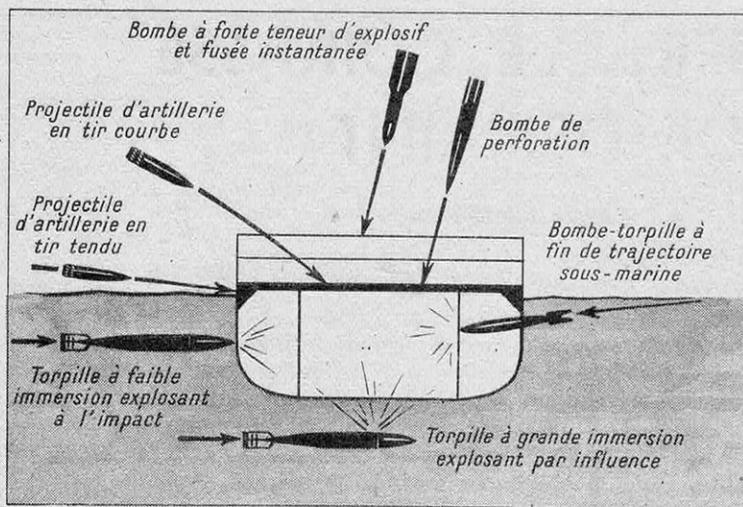

FIG. 1. — ARMES ANCIENNES ET ARMES NOUVELLES AUXQUELLES DOIT RÉSISTER LA PROTECTION DU CUIRASSÉ
torpille lancée par navire de surface ou sous-marin rencontrant latéralement le bordé de carène et contre la bombe ainsi que la torpille d'avion, du moins lorsque leurs caractéristiques n'étaient pas très différentes de celles du projectile et de la torpille employés par le navire (fig. 1). La valeur de cette protection peut être jugée à la résistance du *Bismarck* devant les attaques de la R. A. F. et de la « Royal Navy » (1).